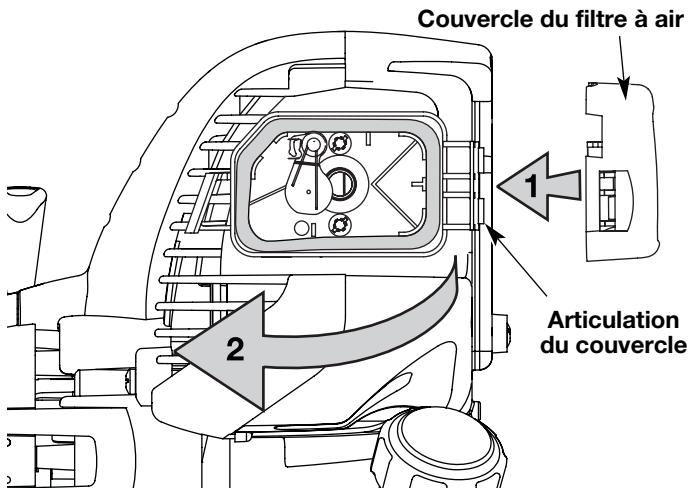

Fig. 33
- Réinstallez le couvercle du filtre à air. Placez les crochets à droite du filtre à air dans les fentes à droite de la plaque arrière (Fig. 33, no.1).
- Pivotez le couvercle vers la gauche jusqu'à ce que la languette du couvercle du filtre s'enfonce d'un déclic dans la plaque arrière (Fig. 33, no. 2).
12. Replacez le couvercle du silencieux. Glissez avec un déclic les encoches sur les côtés du couvercle par-dessus les languettes du couvercle du moteur (Fig. 33).